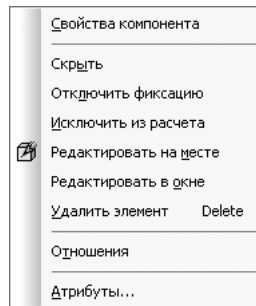

Рис. 2.2. Контекстное меню компоненты **Подшипник**
- щелкните правой кнопкой мыши в **Дереве построения** по элементу сборки (компоненту) **Подшипник**. Появится контекстное меню, см. рис. 2.2;
- щелкните в **Дереве построения** правой кнопкой мыши на имени эскиза **Эскиз:5**. Появится контекстное меню (см. рис. 2.2);